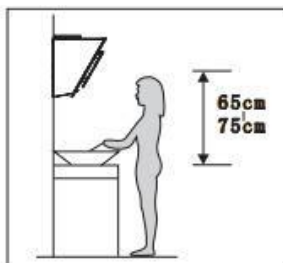

Bild 1
3. För att uppnå bästa möjliga effekt bör flätkåpan placeras på ett avstånd av 65-75 cm ovanför matlagningsområdet. Se bild 1.